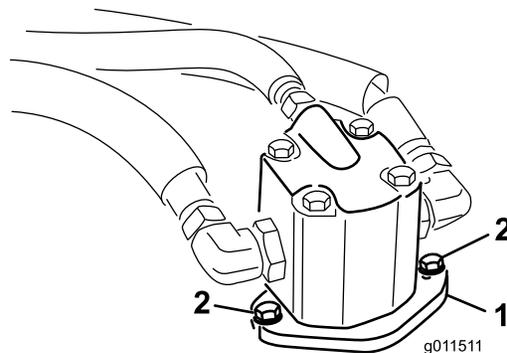

Figure 66
5. Enlevez les boulons qui fixent le moteur hydraulique au plateau de coupe (Figure 66).